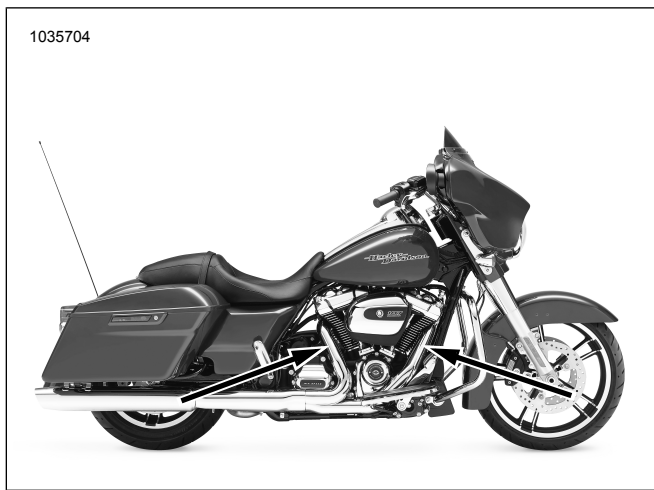

Figura 11. Posizioni dei sensori dell'ossigeno (lato interno dei tubi di scarico)
Vedere Figura 11, Figura 52 e Tabella 5 Installare sensori dell'ossigeno a banda larga (2). Usando la presa del sensore dell'ossigeno (codice n. HD-48262-A) serrare a: